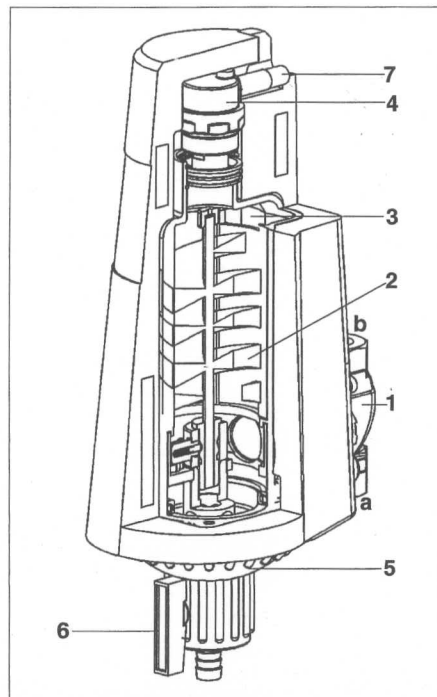

Fig. 8: Description fonctionnelle
L'eau du circuit de chauffage passe à travers les brosses rondes du filtre (2) du haut vers le bas durant la phase de rétrolavage (écoulement dans le sens inverse), ainsi les impuretés sont évacuées par le bas par l'ouverture du robinet à boisseau sphérique. Après l'évacuation d'environ 2 à 3 litres d'eau de rétrolavage, refermez le robinet à boisseau sphérique de façon étanche. Tournez le volant manuel (5) jusqu'à la butée vers la droite. Ainsi, le filtre autonettoyant chauffage est à nouveau en service. La poignée du robinet à boisseau sphérique (6) est à présent tournée vers la partie postérieure du filtre autonettoyant chauffage (cf. fig. 8).